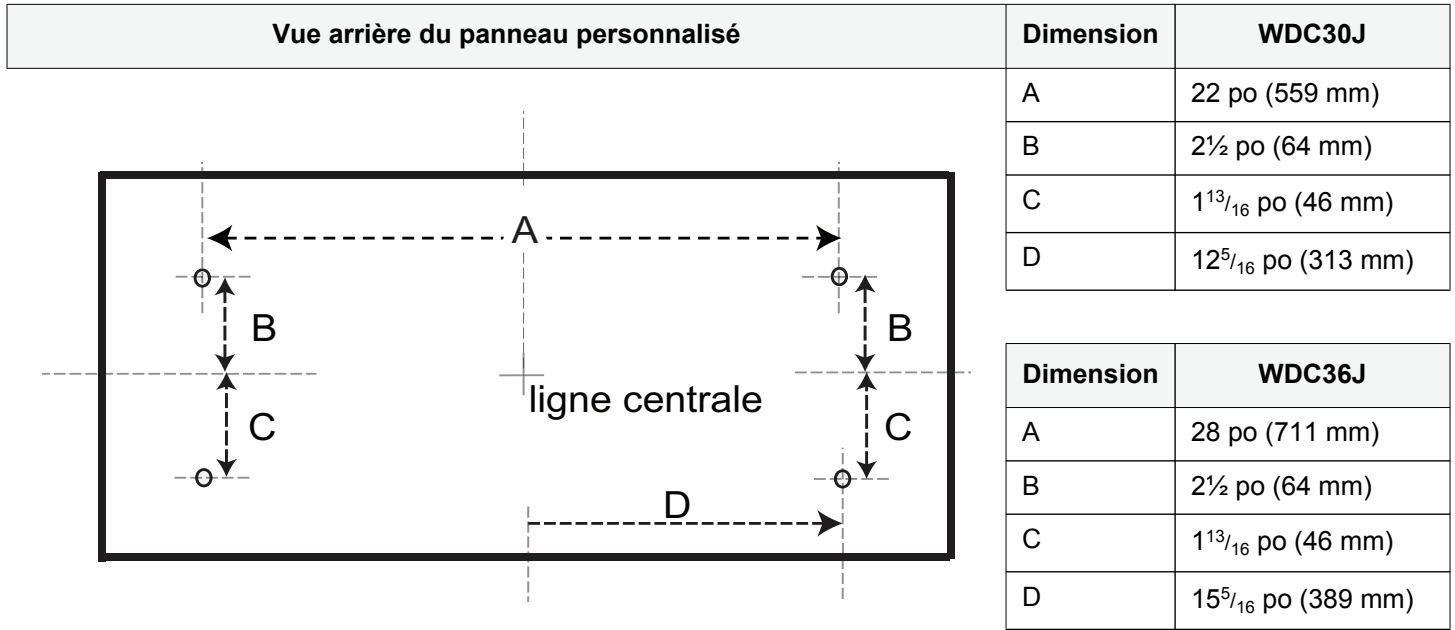
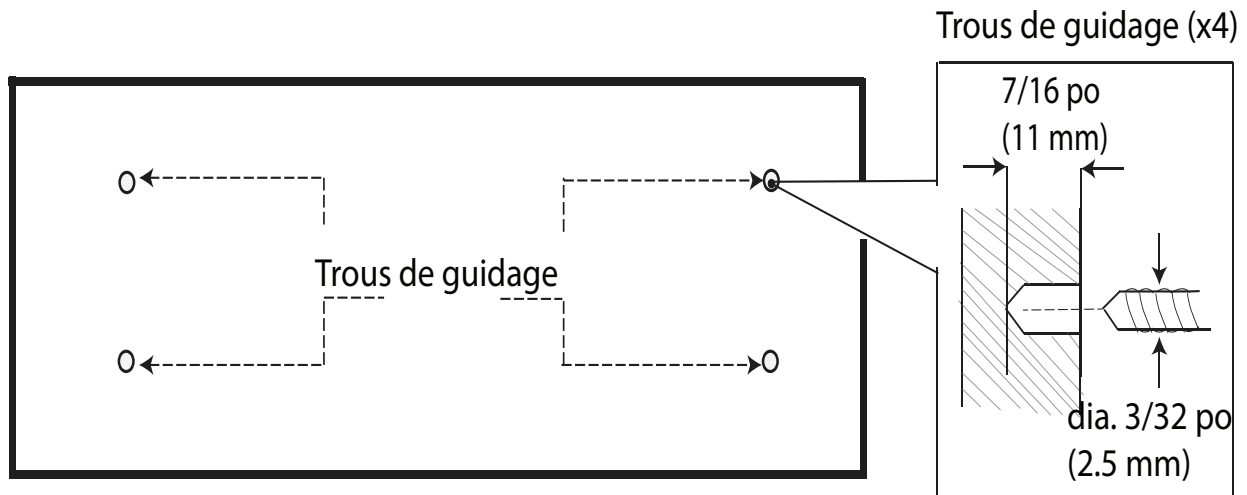

Figure 5 : Dimension des trous de guidage
Figure 6 : Perçage des trous de guidage
1. Marquez les trous de guidage sur le côté arrière du panneau selon les dimensions indiquées à la *Figure 5 de la page 9*.
2. Percez les trous de guidage avec une mèche de 3/32 po (2,5 mm). **Prenez garde de ne pas faire un trou qui transperce totalement le panneau.** La profondeur des trous de guidage ne doit être que de 7/16 po (11 mm). *Consultez la Figure 6 de la page 9.*
1. Sur le côté arrière du panneau, marquez les trous de guidage du panneau avant personnalisé aux emplacements indiqués sur les *Figure 5* et *Figure 6*.